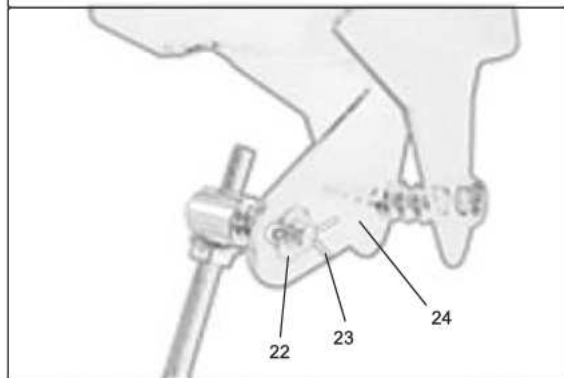

Рис.9.2
•Смонтируйте соединительную тягу выбора передач (20), пружину (21), шайбу (22) и закрепите шплинтом (23) на кронштейне (24) выбора передачи в верхней части снегоуборщика под панелью оператора (рис. 9.2).